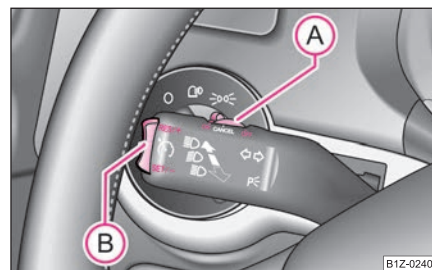

Fig. 138 Maneta: Comutatorul instalației de reglare a vitezei de croazieră
- Apăsați comutatorul **A** **⇒ fig. 138** în poziția **ON**.
- Viteza memorată poate fi **mărită** fără acționarea pedalei de accelerație, prin apăsarea tastei **(B)** ⇒ pagina 122, fig. 138 în poziția **RES**.
Reluarea vitezei memorate are loc după eliberarea pedalei de frână sau de ambreiaj; la autovehiculele cu cutie de viteze automată numai după eliberarea pedalei de frână și după apăsarea scurtă a tastei **(B)** ⇒ pagina 122, fig. 138 în poziția **RES**.
- Apăsați comutatorul **(A)** ⇒ pagina 122, fig. 138 spre dreapta în poziția **OFF**. ■